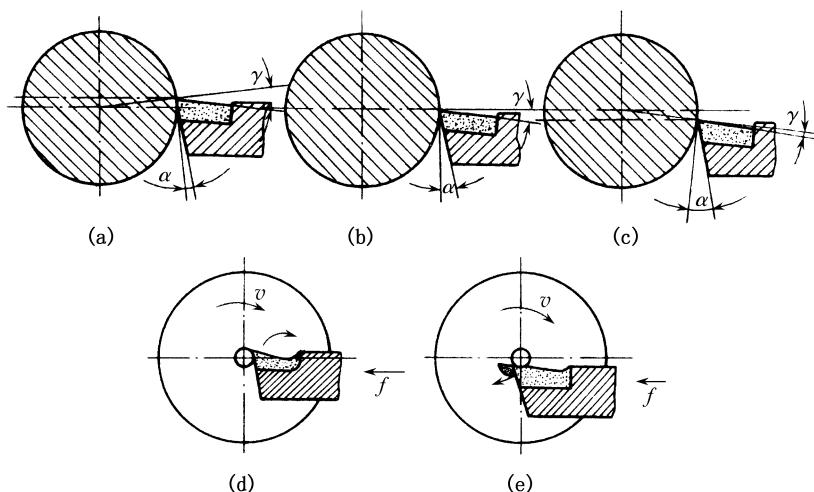

图3-13 车刀刀尖不对准工件中心的后果
(2) 车刀刀尖应与工件中心等高(图3-13(b))。车刀刀尖高于工件轴线(图3-13(a))会使车刀的实际后角减小，车刀后面与工件之间的摩擦增大。车刀刀尖低于工件轴
线(图3-13(c))会使车刀的实际前角减小,切削阻力增大。刀尖不对中心,在车至端面中心时会留有凸头(图3-13(d))。使用硬质合金车刀时,若忽视此点,车到中心处会使刀尖崩碎(图3-13(e))。